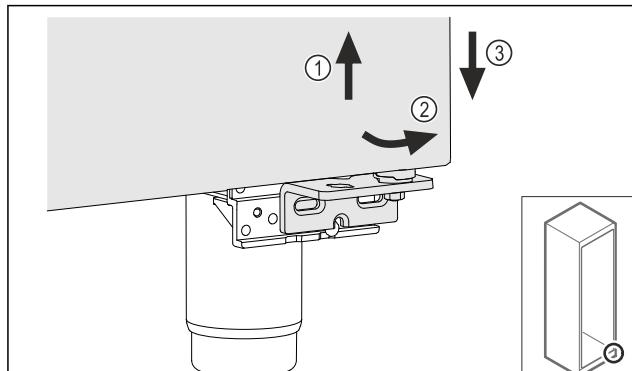

Fig. 26
- Paceliet mazliet durvis Fig. 26 (1), apakšā sagāziet uz priekšu Fig. 26 (2) un nolaidiet Fig. 26 (3).